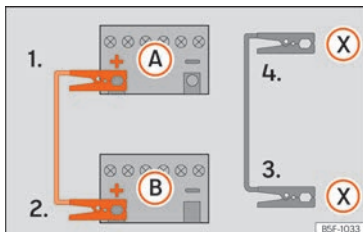

Fig. 164 Esquema de connexió per a vehicles amb sistema Start Stop.
Els cables d'arrencada només s'hauran de connectar seguint l'ordre 1 > 2 > 3 > 4 »» fig. 164.
Vehicles amb sistema Start-Stop: emborneu un extrem del cable negre d'emergència (X) a un terminal de massa adequat, a una peça de metall massissa que vagi caragolada al bloc motor o al mateix bloc motor »» fig. 164.
5. Emborneu l'altre extrem del cable negre d'emergència (X) al vehicle amb la bateria descarregada, a una peça de metall massissa que vagi caragolada al bloc motor o al mateix bloc motor però el més allunyat possible de la bateria A.